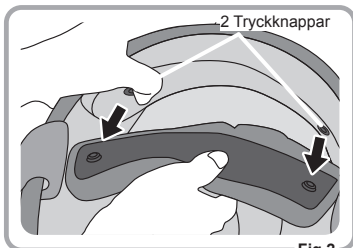

Fig.2
2. Öppna de 2 bakre tryckknapparna och därefter kan den inre kudden avlägsnas. (Fig. 2)